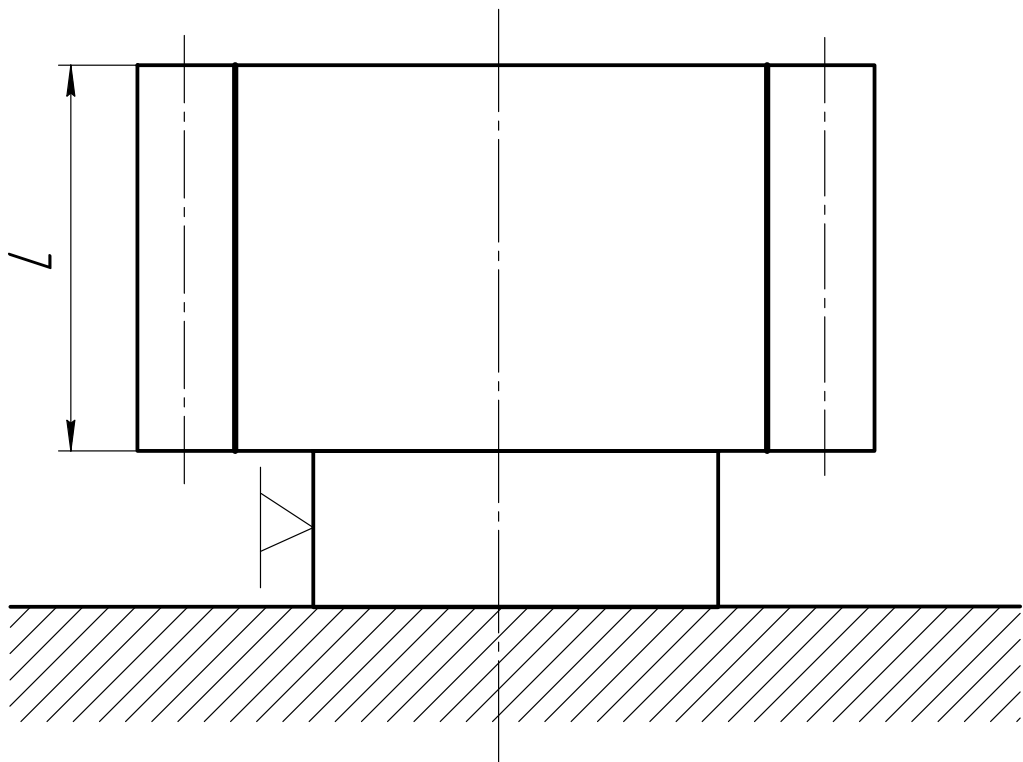

Рис. 15. Нарезание зубчатых венцов долбьяками
24. Нарезание зубчатых венцов долбяками (см. рис. 15).